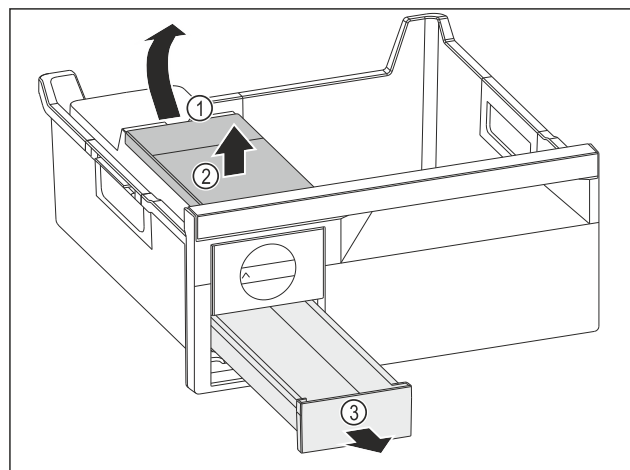

Fig. 170
- ▶ Извлеките бак для воды: Поднимите бак для воды за выемку Fig. 170 (1).
- ▶ Извлеките бак для воды Fig. 170 (2) движением вверх.
- ▶ Извлеките выдвижной ящик для кубиков льда Fig. 170 (3) движением вперед.